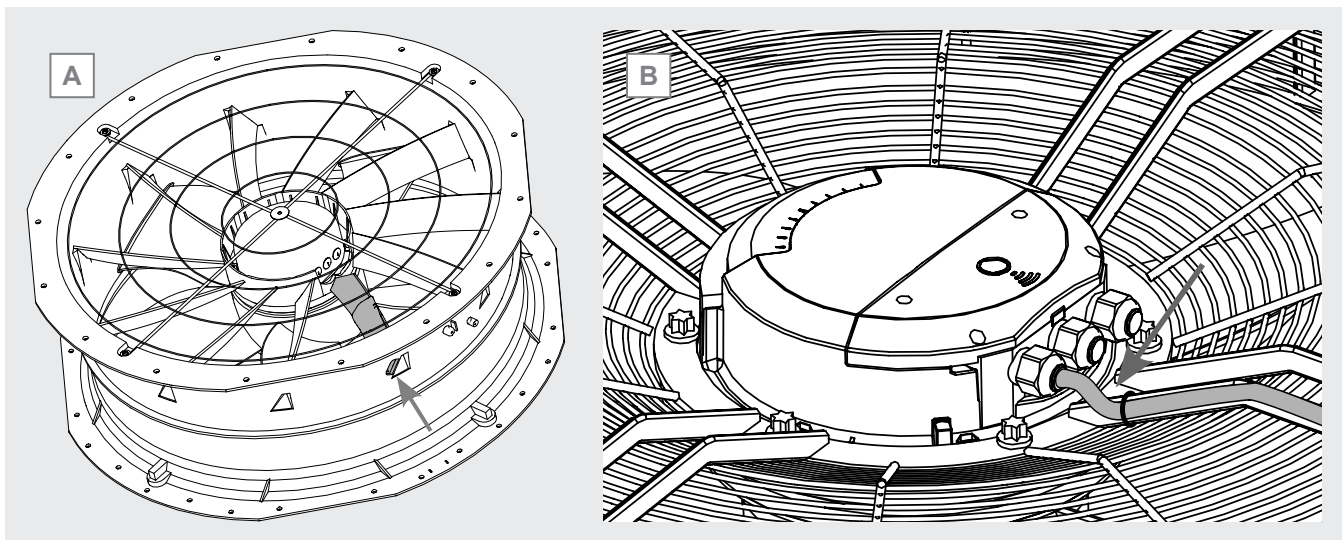

Figura 36
- 12.20.18 Fije el cable de alimentación con abrazaderas eléctricas a la rejilla (motoventilador radial o planar) o a la guía de cables (motoventilador con cubierta del ventilador integrada). Véase la Figura 36 A.
- 12.20.19 El cable que entra en el prensaestopas de la caja eléctrica debe fijarse de manera que forme una U. Véase la Figura 36 B.